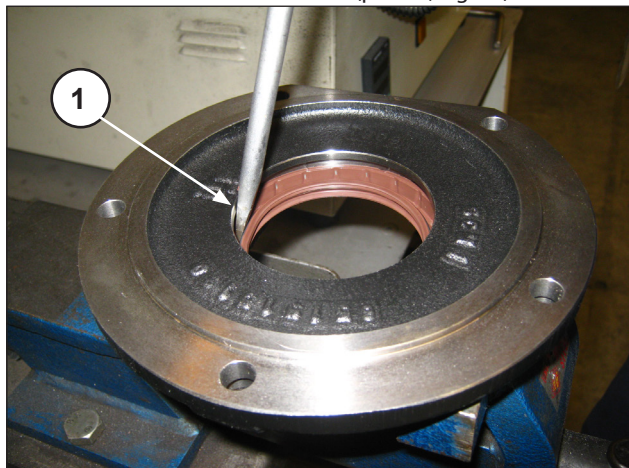

Fig. 11
Extraer la anilla de retención radial (pos. ①, Fig. 11).